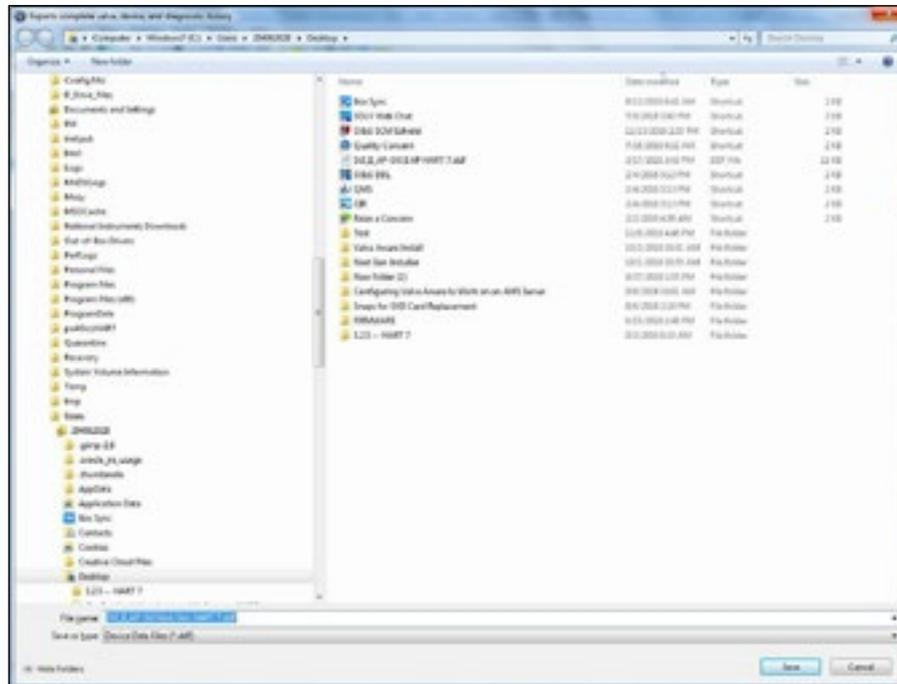

Figure 41 - Exportation des données d'appareil
1. Sélectionnez l'appareil dans l'arborescence de topologie, cliquez avec le bouton droit de la souris et sélectionnez **Export Device Data (Exporter les données d'appareil)**. La Figure 41 apparaît.